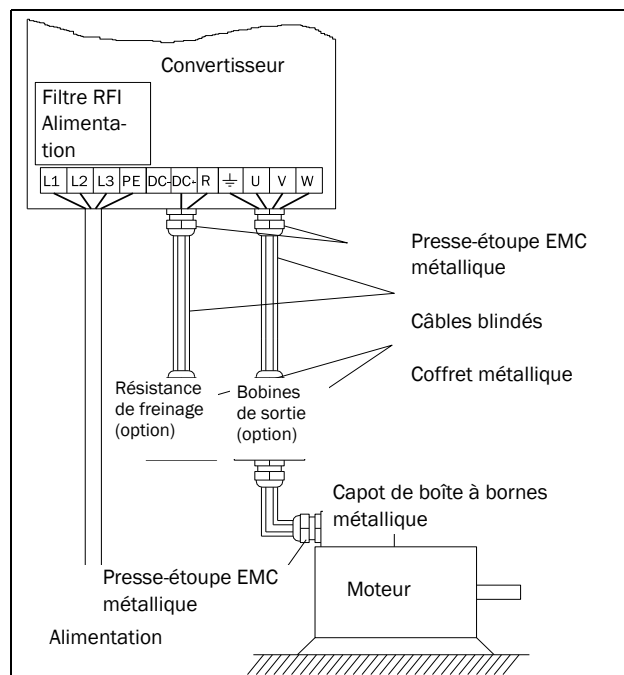

Fig. 52 Connexion des câbles d'alimentation et de moteur
2. Connecter les câbles de moteur selon la Fig. 52. La Directive CEM impose l'utilisation de câbles blindés. Elle stipule également que le blindage des câbles moteur doit être connecté des deux côtés : au carter moteur et au coffret du convertisseur.